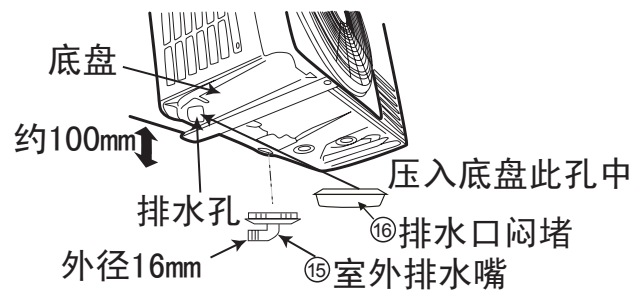

图42
- 2 请将机体在安装后，按图42所示将附件 ⑮ 室外出水嘴安装在出水孔中。